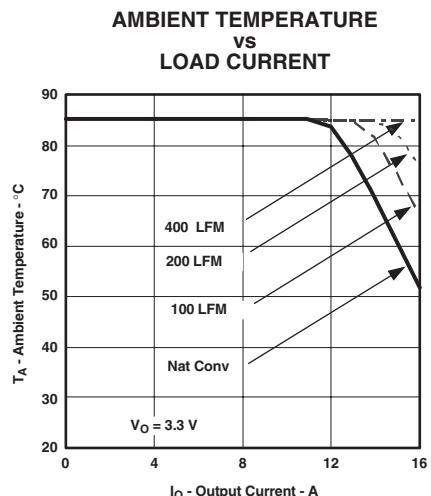
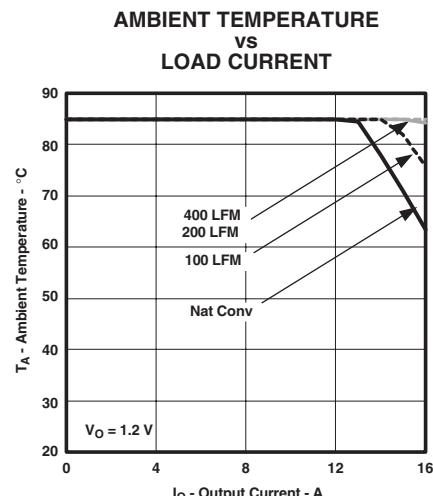

図 9
図 10
(2) 温度ディレイティング曲線は、内部部品の動作温度が弊社指定の最高動作温度以下になる条件を示します。このディレイティング制限は、2オンスの銅を使用した、100mm × 100mmの両面基板に直接半田付けされたモジュールに対して適用されています。表面実装パッケージ(ASおよびAZ)には、複数のビアを使用する必要があります。詳細は機構仕様を参照願います。以上は図9、図10に適用されます。